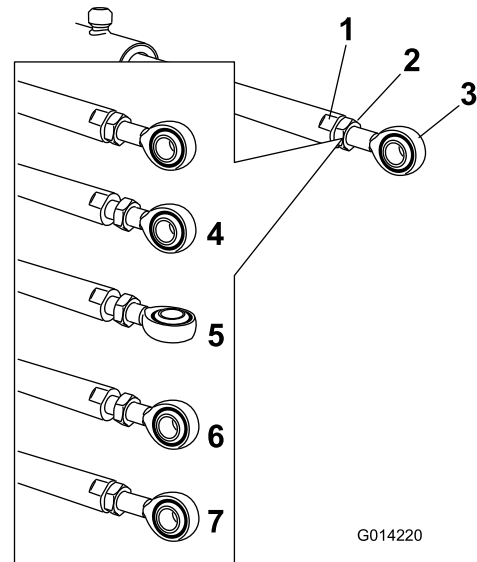

图75
5. 在提升器杆的平整侧用扳手进行固定、然后松开锁紧螺母、使孔眼杆可以调整（图75）。
6. 转动提升器杆上的孔眼杆、将延伸的提升器缩短或延长至所需的位置 (图75)。